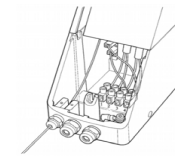
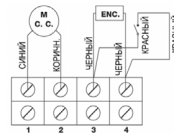

Рисунок 1
Рисунок 2
2. Электрические соединения привода серии SUMO с блоком управления (См. рисунок 1, рисунок 2):